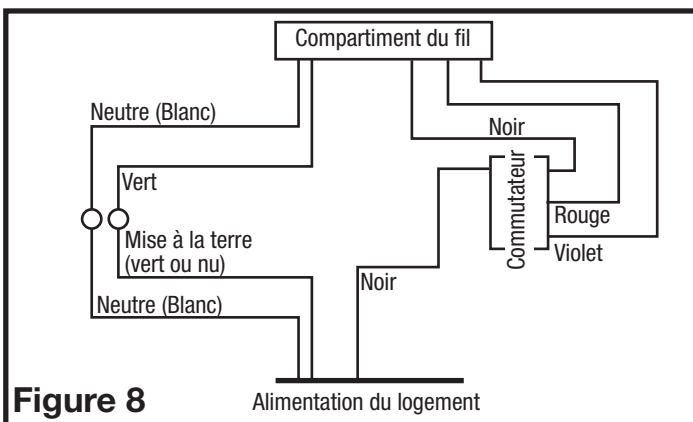

Figure 8
2. Fixez les fils électriques au logement avec une prise électrique approuvée. Connectez le fil blanc du ventilateur au fil blanc (neutre) de la source d'alimentation. Connectez le fil de terre de la maison au fil vert du boîtier du ventilateur. En utilisant un commutateur à trois fonctions correctement mis à la terre (non inclus), connectez le fil noir de l'alimentation au commutateur. Connectez le fil noir (ventilateur) à partir du boîtier du ventilateur à l'une des bornes sur le commutateur. Connectez le fil rouge (lumière) du boîtier du ventilateur à un terminal séparé sur le commutateur. Connectez le fil violet (lumière de nuit) du boîtier de ventilateur à un terminal séparé sur le commutateur (Figure 8). Utilisez des méthodes approuvées pour toutes les connexions.